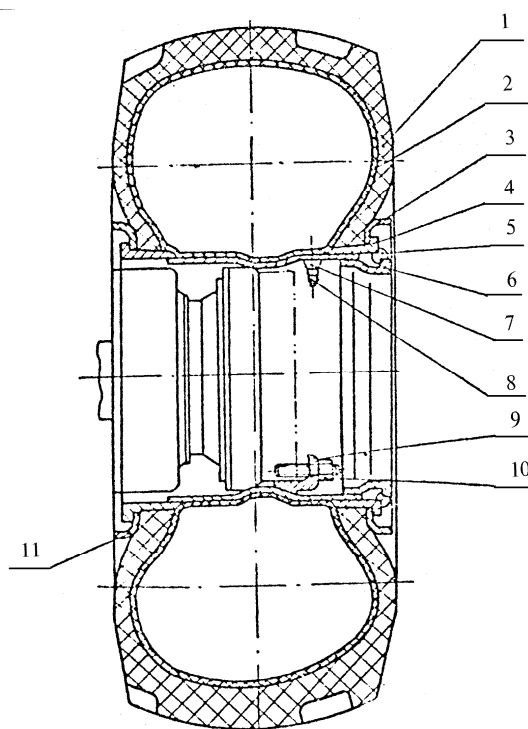

Рис. 27 Колесо
- а) отвернуть колпачок вентиля воздушного 7 (рис. 27);
Колесо состоит из шины пневматической 29,5/75R25 модели БЕЛ26.48.38 и разборного колеса 24,00-25 ТУ 37.167.003-83. В состав шины пневматической входят покрывка 1 (рис. 27) и ездовая камера 2.